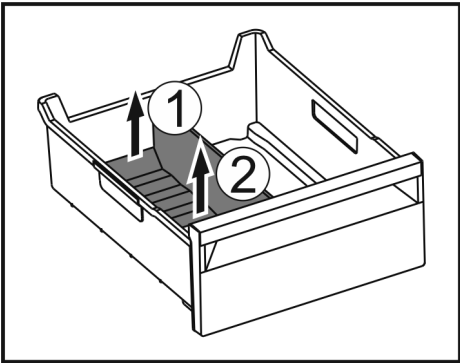

Fig. 171
► 提升冰格分隔器后部。 Fig. 171 (1)
► 向上取出冰格分隔器。 Fig. 171 (2)